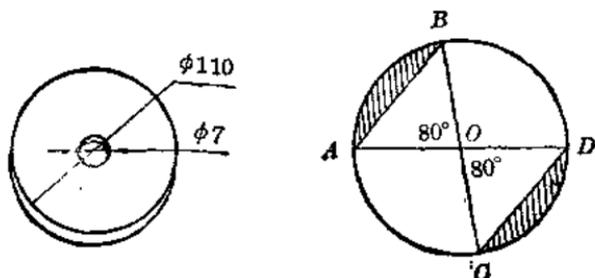
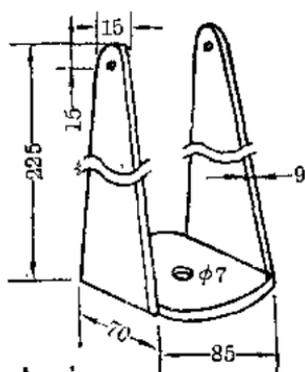

图 7
图 8
i. 转动平台和面板 参照图7在一块  $\phi 110$  毫米，厚 10 毫米的木板上先画  $80^\circ$  的中心角，再分别作一条 AB 与 CD 的弦(弦长 70 毫米)。沿着 AB, CD 锯去这两个弓形即成上平台的面板。再如图 8 将两块  $225 \times 70 \times 10$  (毫米)3 板锯成两块兔耳形板，钉牢在平台面板两旁。然后在两块兔形板离顶 15 毫米处，把镜筒框板用螺丝钉拧在它们中间，使镜筒连框板能上下转动。
ii. 转动平台的底板 在另一块  $\phi 110$  毫米, 厚 10 毫米的圆板中心开  $\phi 7$  毫米的孔, 作平台底板(图 8)。